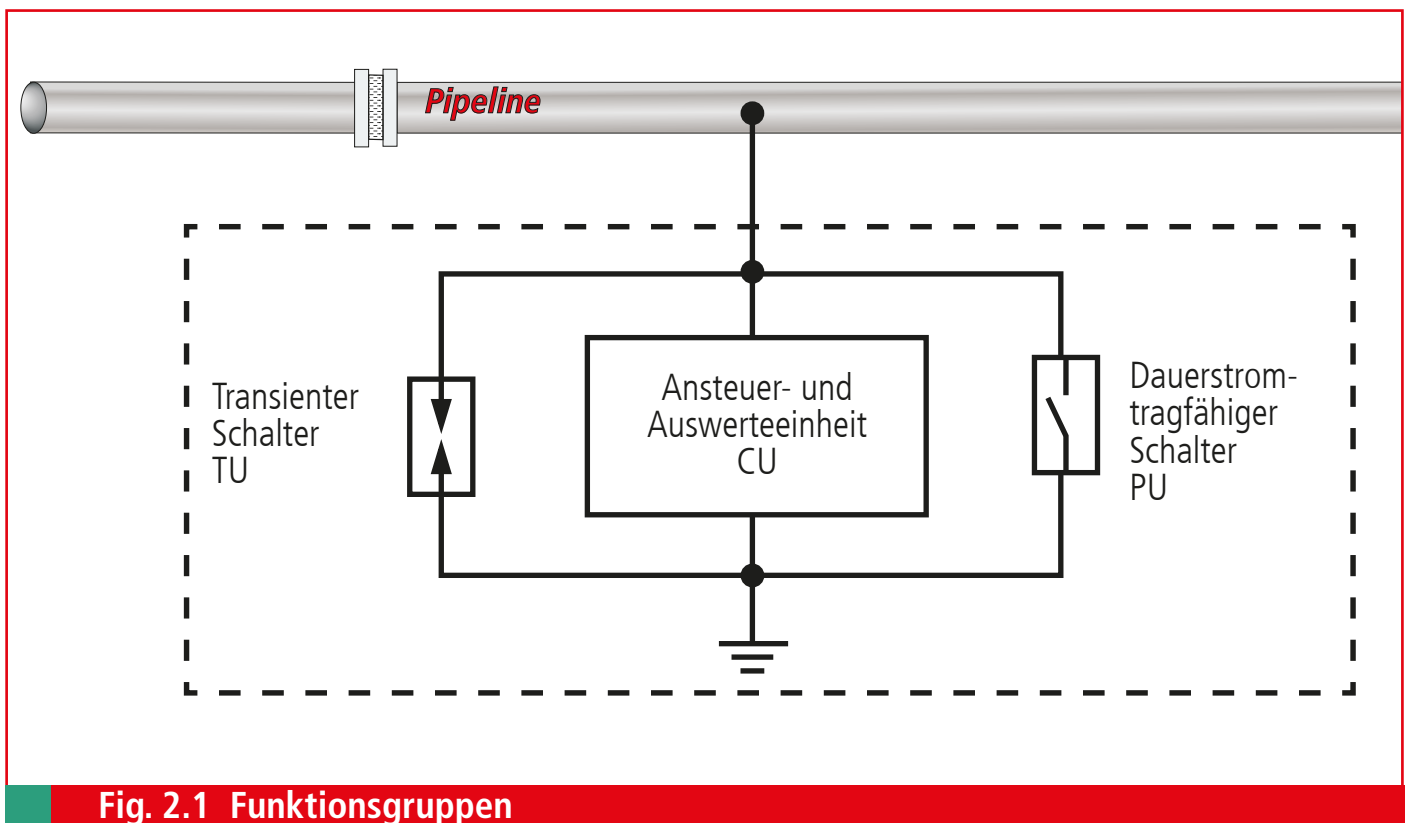
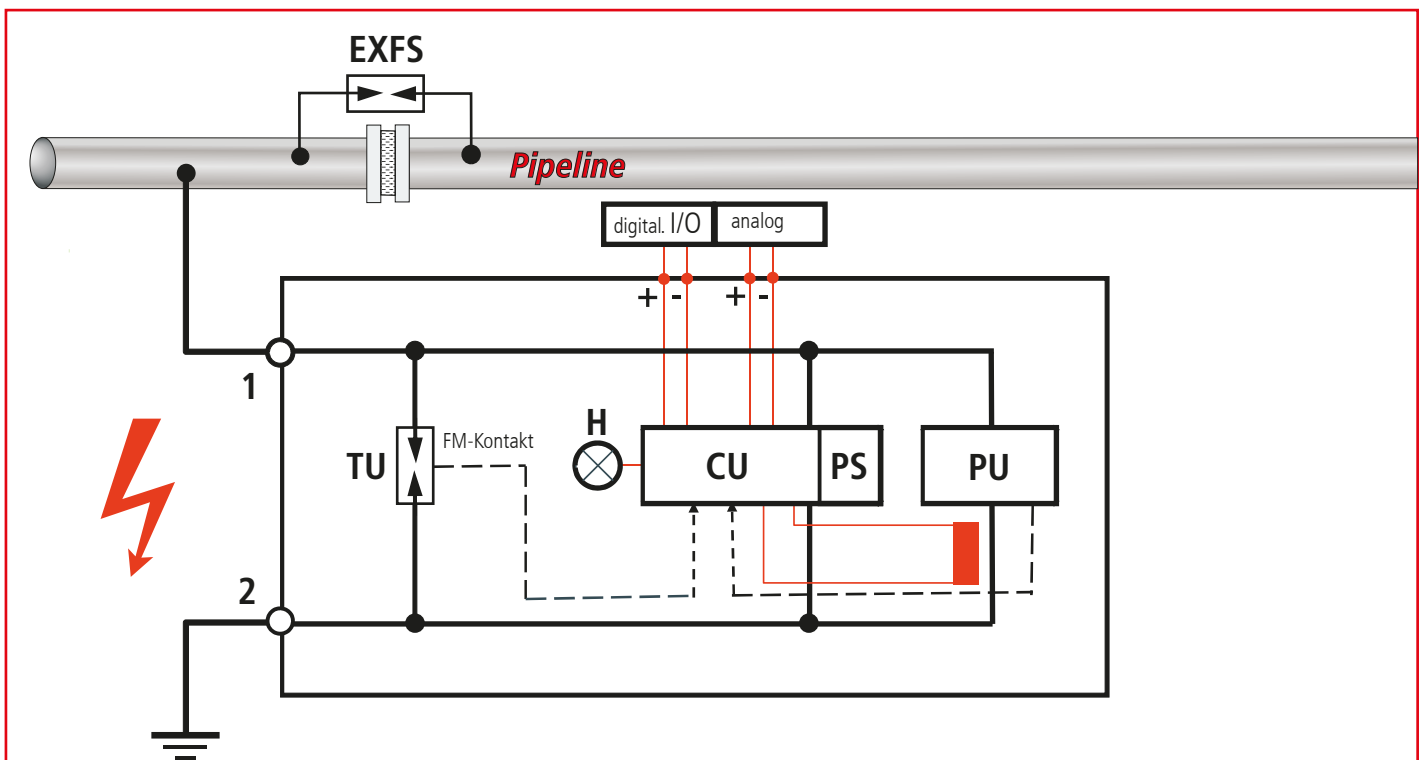

Fig. 2.1 Funktionsgruppen
Fig. 2.2 Funktionseinheiten
Die **Spannungsgesteuerte Abgrenzeinheit** Typ **VCSD** - Voltage-controlled smart decoupling device wird in elektrischen Systemen mit einem hohen Ausbreitungs- und Vernetzungsgrad, die durch Fremdspannungen von unterschiedlichen Störquellen (z.B. Hochspannungssysteme, Bahnstromversorgungssysteme, Niederspannungssysteme, Blitzbeeinflussung) beeinflusst werden, eingesetzt (siehe auch Fig. 2.1) und Fig. 2.2, Seite 6).
Die Auswerteelektronik (CU) wertet verschiedene Sensorsignale aus und koordiniert so das Zusammenspiel der einzelnen Funktionseinheiten (siehe Fig. 2.2).